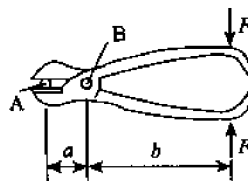

图 2-39
8. 图 2-39 所示 A 和 B 的直径都为 d , 则两者中最大剪应力为_____。